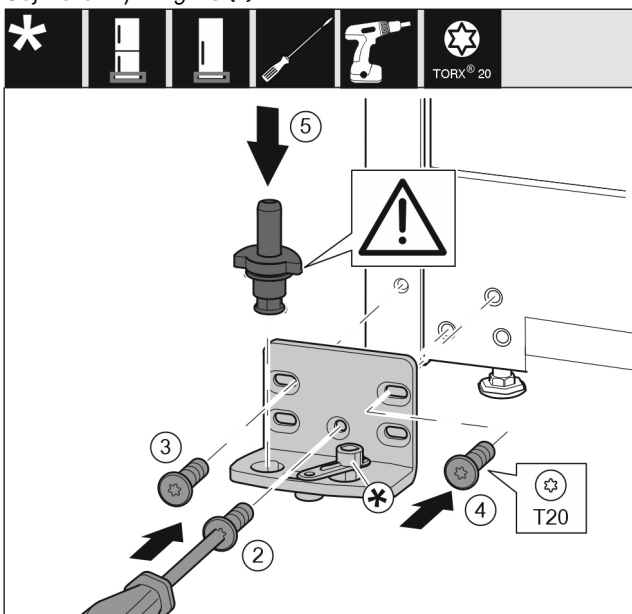

Fig. 16
- ▶ Nasadte stojan ložiska na druhé straně a přišroubujte pomocí šroubováku T20. Začněte šroubem 2 dole uprostřed. *Fig. 16 (2)*
- ▶ Pevně utáhněte šroub 3 a 4. *Fig. 16 (3,4)*
- ▶ Zcela vložte ložiskový čep. Přitom dávejte pozor, aby zajišťovací vačka směřovala dozadu. *Fig. 16 (5)*